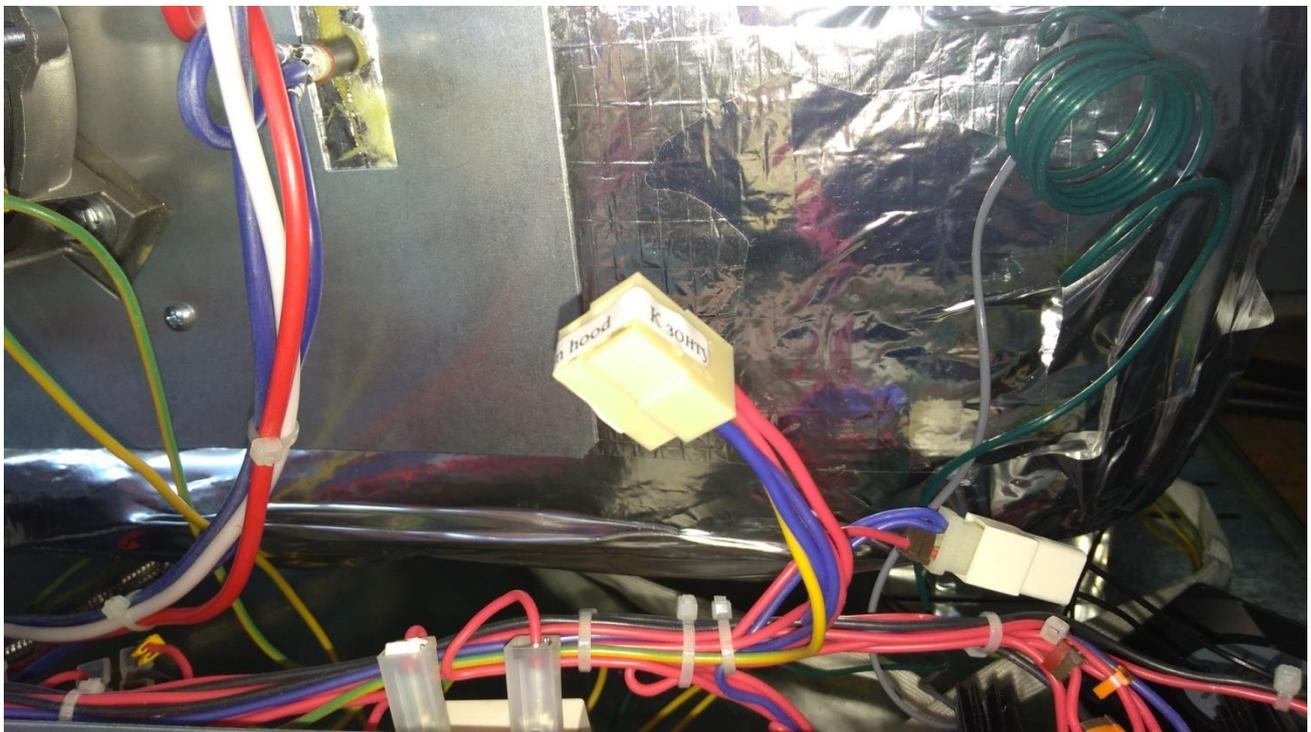

Рис.1 Место подключения шнура питания зонта к колодке 45 7373 9005 печи
- коричневый (красный), синий и желто-зеленый провода шнура питания зонта с наконечниками (Шз) установить в колодку 45.7373.9006 из комплекта, при этом соблюдая цветовое соответствие проводов шнура питания в колодке 45.7373.9006 проводам колодки 45.7373.9005 печи КЭП-6(10) (рис.1) (желто-зеленый провод шнура питания должен соединяться с желто-зеленым проводом печи, синий провод шнура питания с синим проводом печи и т.д.);